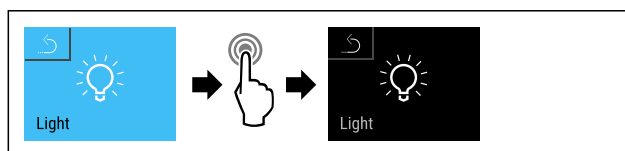

Fig. 95
- Stappen (zie Fig. 95) uitvoeren.